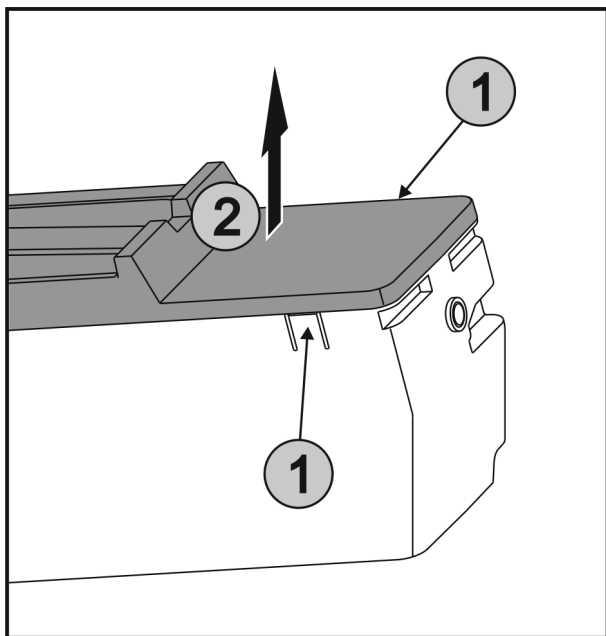

Fig. 31
- ▶ Premere contemporaneamente le linguette Fig. 31 (1) su entrambi i lati di EasyTwist-Ice e rimuovere la copertura sollevandola verso l'alto Fig. 31 (2).